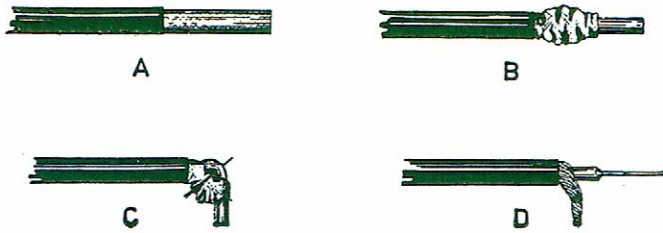

fig. 7
1. Knip de buitenste plasteikkous op 2 cm van het kabeluiteinde af (fig. 7 A)
2. Duw de metalen vlechting (afscherming die omheen de centrale geleider zit) achteruit (fig. 7 B)
3. Open de mazen van de vlechting en plooi deze op 90° zodat de centrale geleider volledig vrij komt (fig. 7 C)
4. Steek een metalen punt onder de isolatie van de centrale geleider en maak deze uit de afscherming vrij door de mazen van deze laatste te openen (fig. 7 C)
5. Maak de centrale geleider bloot over een lengte van ongeveer een halve cm. Verleng het holle gedeelte van de afscherming vrij en vertint er het uiteinde van gebruik makend van een tang dienst doende als thermische shunt tussen de soldeerbout en de afgeschermd kabel (fig. 7 D).